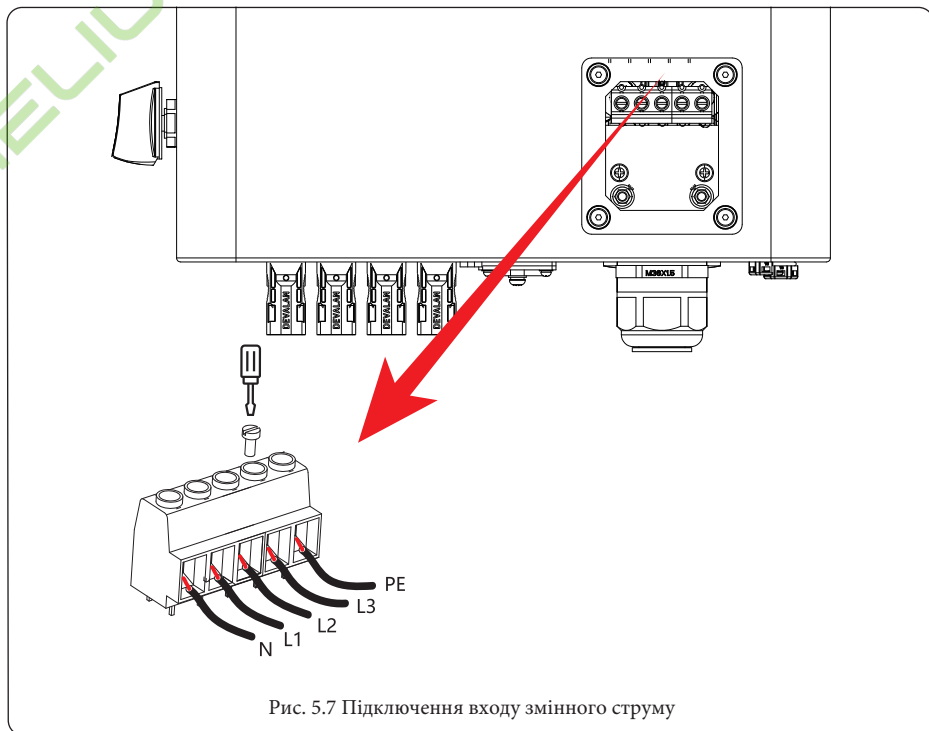

Рис. 5.7 Підключення входу змінного струму
3. Потім вставте вихідні дроти змінного струму відповідно до полярності, зазначеної на клемній колодці, і затягніть клеми. Не забудьте також підключити відповідні дроти N/L1/L2/L3 та PE до відповідних клем. (як показано на рис. 5.7).